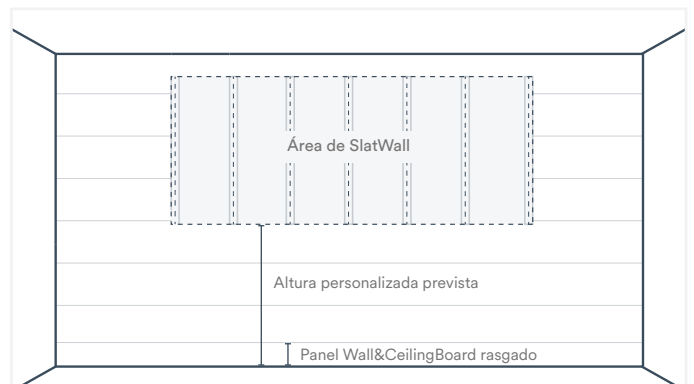

Fig. 31
- Si la distancia deseada desde el piso hasta la parte inferior del primer panel SlatWall no es un múltiplo par de 16", el panel Wall&CeilingBoard más cercano al piso debe cortarse al ancho adecuado para lograr la altura deseada del SlatWall (Fig. 31). La conexión resultante entre el SlatWall y el Wall&CeilingBoard se muestra a continuación.